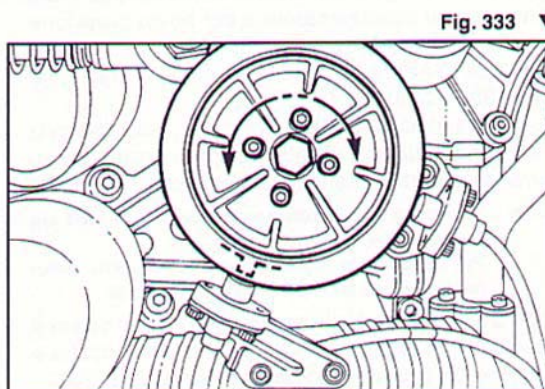
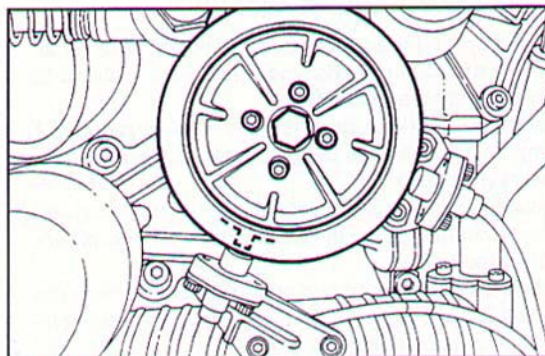

Fig. 333 ▼
Fig. 334 ▲
- far ruotare la puleggia (Fig. 333) per centrare il dente sul sensore inferiore fisso, che andrà collegato al cablaggio della bancata sinistra, quindi bloccare in questa posizione la puleggia serrando definitivamente le quattro viti a brugola e la vite centrale di fissaggio (Fig. 334);
- rotate the pulley (Fig. 333) to centre the tooth on the lower fixed sensor, which will be connected to the wires in the left cylinder block, then lock the pulley in this position by tightening fully the four Allen screws and the central securing screw (Fig. 334);